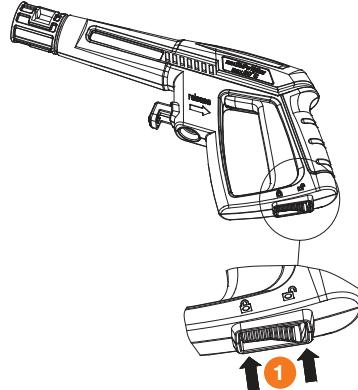

Рис. 17
3. Снимите предохранитель на пистолете ① DAW 400 / 450 / 500 / 550 / 625 / 650 и нажмите на курок чтобы выпустить воздух и проверить стабильность потока воды. После того как воздух выйдет из пистолета и поток нормализуется, отпустите курок (Рис. 17).